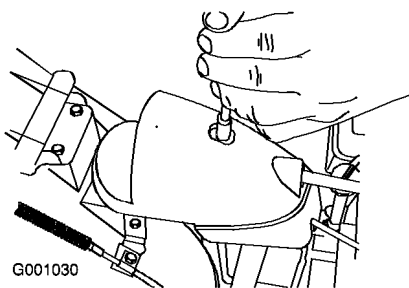

Figura 46
1. Togliete l'elemento di fissaggio dal coperchio degli ingranaggi (Figura 46), alzate la parte anteriore del coperchio e spingetela indietro perché non intralci l'operazione.